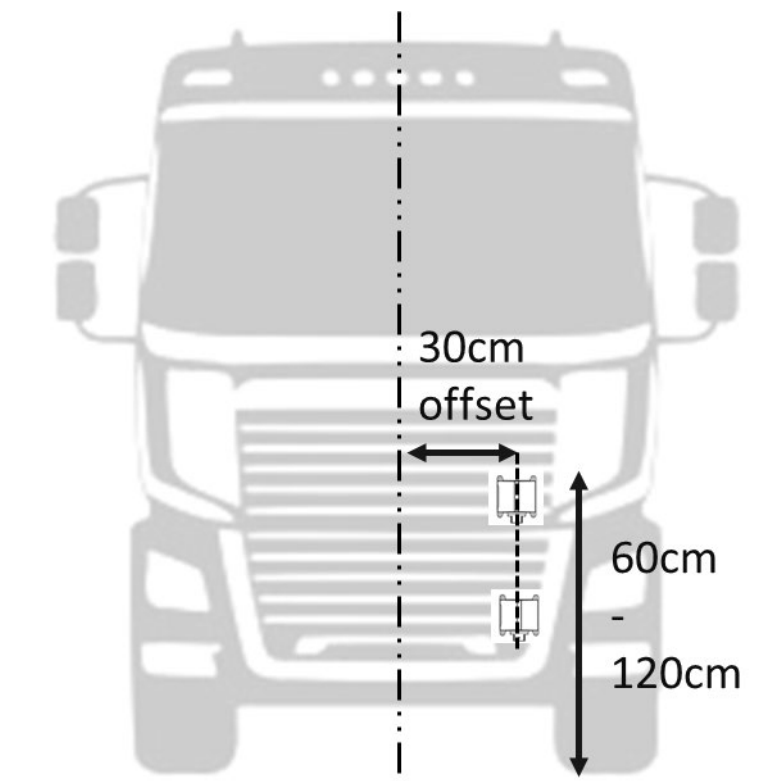

Figure 2-2 Installation du radar avec un décalage de 30 cm
- Le radar doit être installé à 30 cm du centre du véhicule (voir figure 2-2).